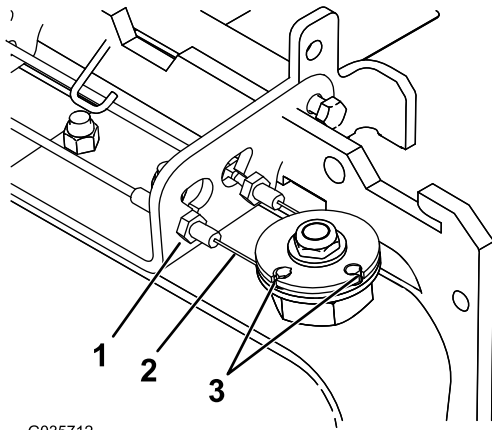

Figure 8
- Insérez les câbles à travers le support avant et placez les autres écrous sur le câble (Figure 8).
7. Glissez les extrémités des câbles dans les fentes de la poulie (Figure 8).
8. Ajustez les écrous sur les câbles pour tendre ces derniers entre le support et la poulie (Figure 8).